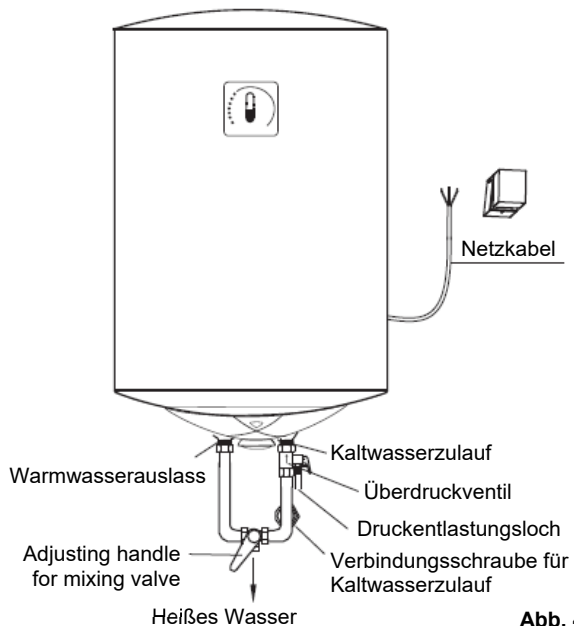

Abb. 4
3. Um zu vermeiden Leckage Wann verbinden Die Pipelines , die Gummi Siegel Dichtungen bereitgestellt mit Die Heizung muss sein hinzugefügt am Ende von Die Threads zu gewährleisten Leck nachweisen Gelenke (siehe Abb.4).